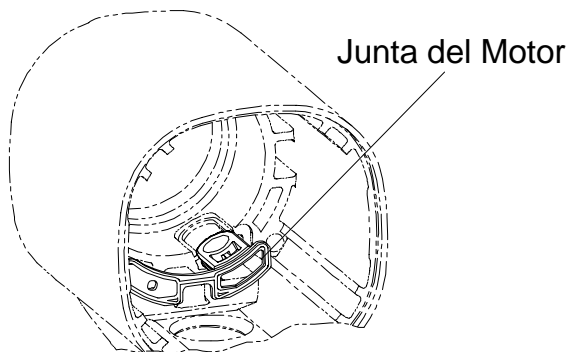

Figura 16
**NOTA:** Cuando se desarme y vuelva a armar el motor o se tire el mismo, recomendamos sustituir la junta del motor (8).
1. Instale la junta del motor en la carcasa, cerciorándose de que las ranuras de la lengüeta de la junta calcen alrededor de la estría en la carcasa. Véase la figura 16.